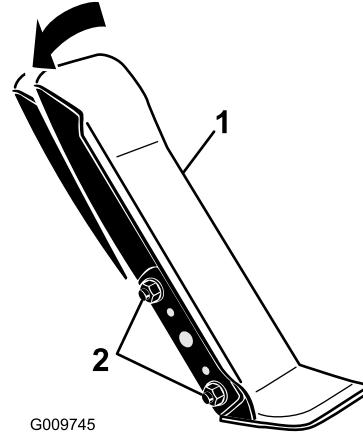

Bild 71
1. Lösen Sie die zwei Muttern und Schrauben, mit denen die linke Seite des Fahrpedals an der Halterung befestigt ist (Bild 71).
2. Drehen Sie das Pedal auf den gewünschten Winkel und ziehen Sie die Muttern an (Bild 71).